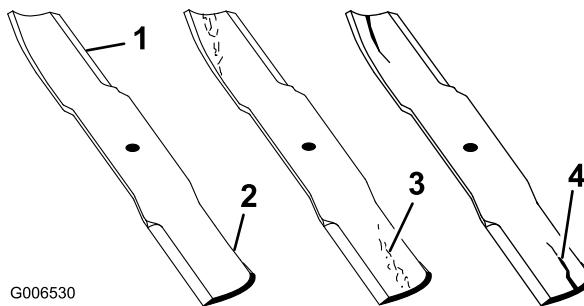

Figura 22
2. Examine cuidadosamente as extremidades da lâmina, prestando especial atenção à zona onde se encontram as partes curvas e planas da lâmina (Figura 22). Verifique o estado da lâmina antes da operação de corte, pois a
areia e outros materiais abrasivos podem ter desgastado o metal que liga as partes curva e plana da lâmina. Se notar algum desgaste (Figura 22), substitua a lâmina; consulte Retirar a lâmina de corte.
Se a lâmina continuar a sofrer este tipo de desgaste irá formar-se uma ranhura entre a parte curva e a parte plana da lâmina (Figura 22). Eventualmente, pode soltar-se algum pedaço da lâmina e projectar-se, ferindo-o a si ou a qualquer pessoa próxima.